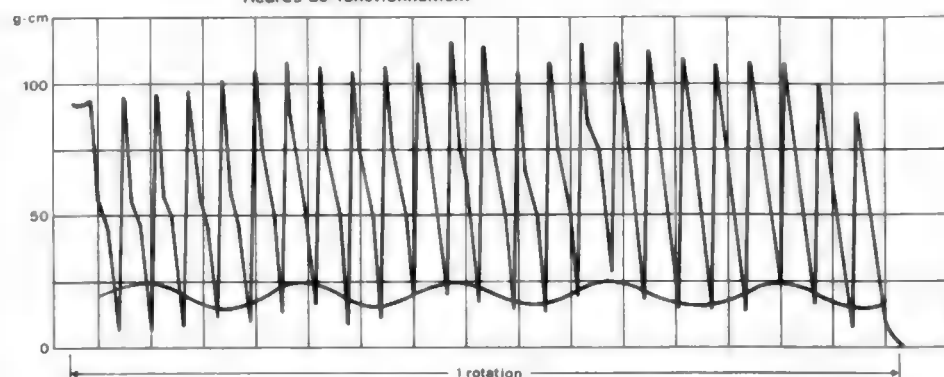
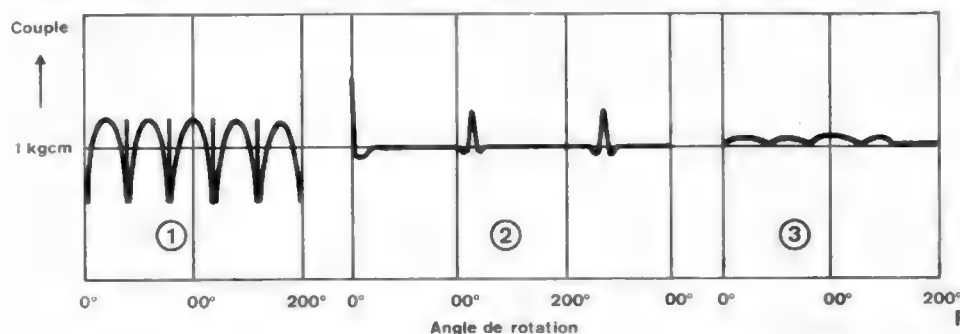

Fig. 11
Fig. 12
A titre indicatif, nous donnons (fig. 11) la variation du couple d'entraînement d'un moteur à courant continu classique huit pôles 24 lames avec celui d'un BLU (ligne ondulée) au cours d'un tour. Par ailleurs la figure 12 permet de préciser l'avantage du B.S.L. linéaire huit pôles diphasé (3) par rapport à un B.S.L. deux pôles triphasé (2) ou à un classique six pôles triphasé (1). La régularité du couple exercée, sans à coup, apparaît ici encore.